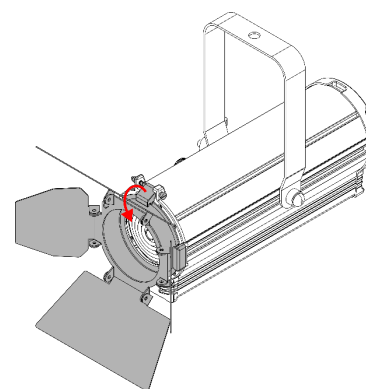

Fig. 12
- 03) Tirare la **clip della cornice cromatica (08)** verso il basso per sbloccare la **vite a molla (09)** (vedere Fig. 12). L'aletta frangiluce viene bloccata in posizione.